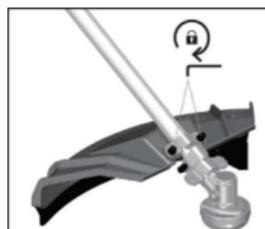

Fig.3-2
2. Monte y apriete los tornillos. (fig. 3-2)